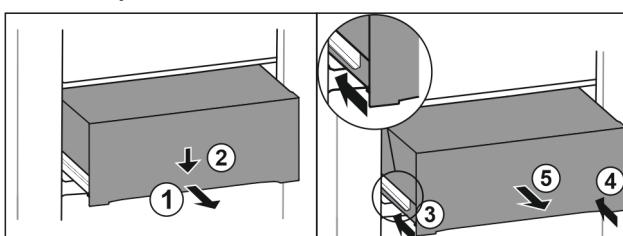

Fig. 122
- ▶ Витягніть ящик на половину. Fig. 122 (1)